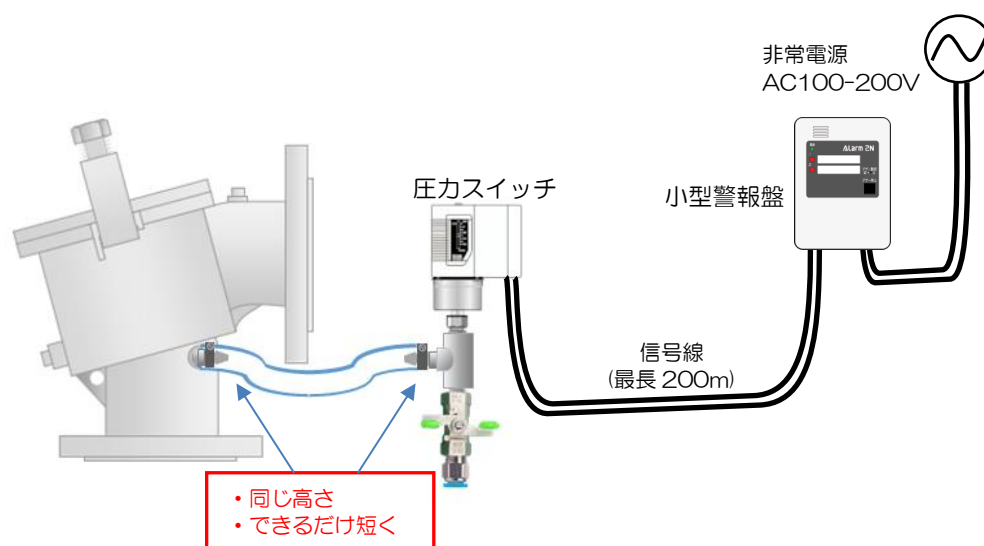

図 5-3. 落水検知機能 (標準的な設置例)
- ・ 一次側脱気口と接続部は同じ高さで、なるべく近くに固定してください(図 5-3)。